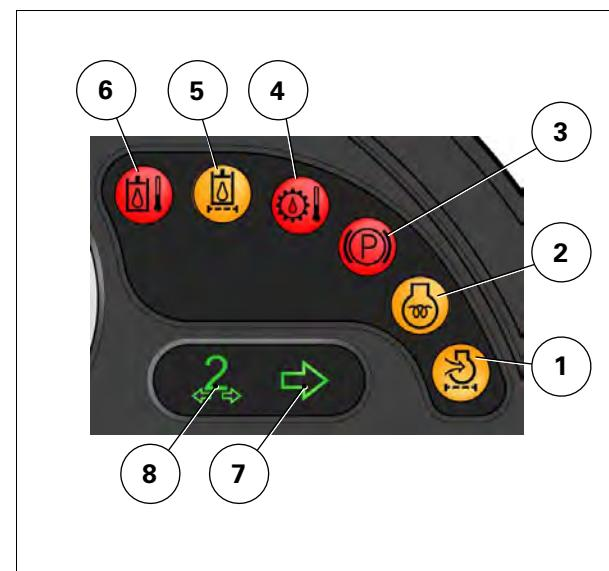

Рис. 5.
- (4) Панель световых индикаторов тормозной системы прицепа/вспомогательного гидравлического оборудования/температуры двигателя/системы охлаждения рис. 5.
- (5) Подсветка левого указателя поворота и указателя поворота 1^{го} прицепа.
- (6) Подсветка правого указателя поворота и указателя на 2^м прицепе.
- (7) Температура охлаждающей жидкости двигателя
- (8) Топливомер для дополнительного бака (мочевина только для двигателей SCR и индикатор зарядки аккумуляторной батареи).
- (9) Контрольный дисплей уровня давления моторного масла и проверки давления в системе пневматических тормозов.
- (10) Топливомер для дополнительного бака (диэль).
- (11) Цифровой контрольный дисплей первичных функций, передачи переднего и заднего хода, индикации МОМ/частоты вращения двигателя/активированного диапазона передаточных чисел трансмиссии.